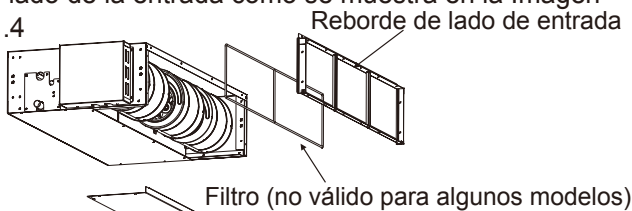

Fig. 3.1.3 Tapa de la cámara
- (1) Extraiga la brida del lado de la entrada y luego quite la tapa de la cámara. Para direcciones, refiérase a la Imagen 3.1.3.